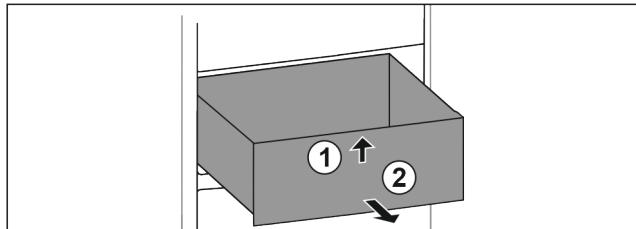

Fig. 26
- ▶ Predal spredaj dvignite. Fig. 26 (1)
- ▶ Predal vzemite ven v smeri naprej. Fig. 26 (2)